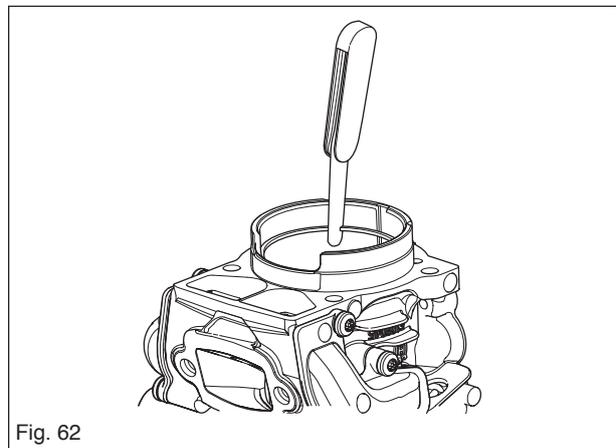

Fig. 62
- Mesurer l'usure du segment de piston. Celle-ci ne peut dépasser 1 mm, voir figure 62. Utiliser le piston pour enfoncer le segment de piston.